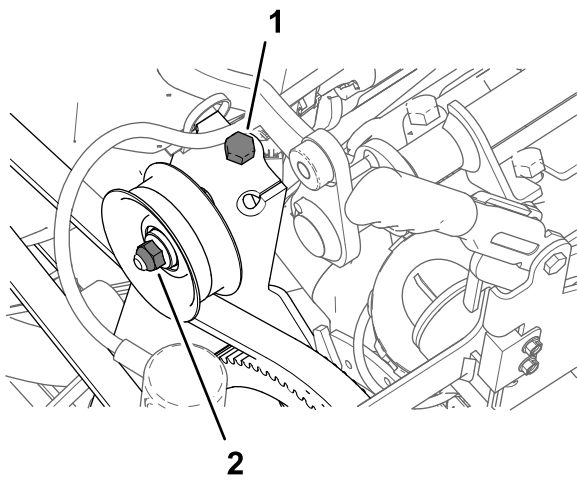

Figura 180
1. Allentate il dado per l'albero della puleggia tendicinghia (Figura 180).
2. Ruotate il bullone di tensione della cinghia per eliminare la tensione dalla cinghia della pompa di irrorazione (Figura 180).